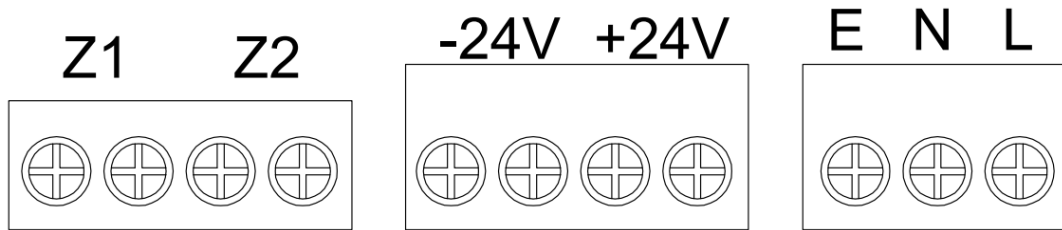

图 5 外接端子示意图
- 3、接线：将需要接入的导线穿过电源上盖或电源后侧的敲落孔，按照如下的端子说明连接（如图 5）。